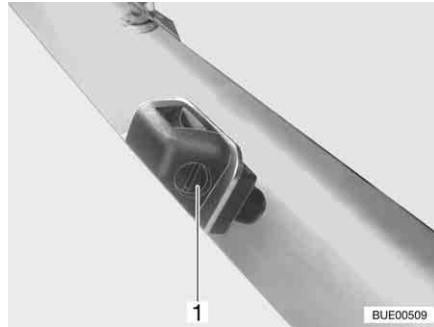

Fig. 30 Gicleur lave-glace
- Avec un tournevis adéquat, tourner la vis de réglage (Fig. 30,1), jusqu'à obtenir la position souhaitée.